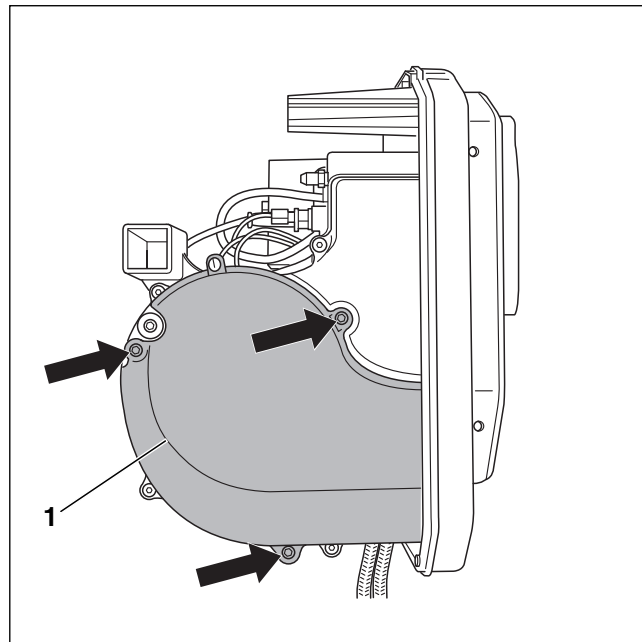
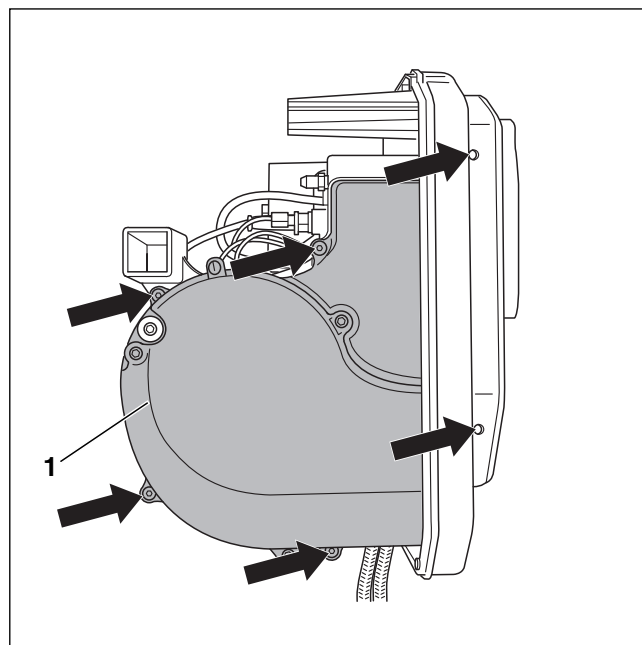

Bild 41 Ansaugschalldämpfer bei Brennertypen 34 bis 68 demontieren
Bild 42 Gebläseradabdeckung demontieren
Demontieren Sie den Ansaugschalldämpfer (→ Bild 41, [1]), bevor Sie die Gebläseradabdeckung lösen.
- Die Befestigungsschrauben (→ Bild 41, Pfeile) lösen und den Ansaugschalldämpfer (→ Bild 41, [1]) abnehmen.
Die Positionen der sechs Befestigungsschrauben der Gebläseradabdeckung sind durch Pfeile in Bild 42 gekennzeichnet.
- Gebläseradabdeckung (→ Bild 42, [1]) und Ansaugschalldämpfer (→ Bild 41, [1]) wieder befestigen.